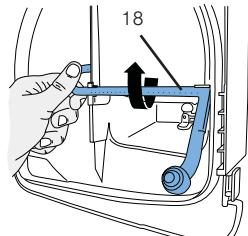

図. 11
- ・曲がった部分を持って、リンス管（18）を後方に回転させながら、取り出してください（図11）。